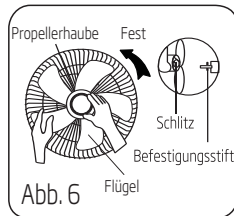

Abb. 6
2. Stecken Sie den Flügel in den Schaft und vergewissern Sie sich, dass der Stift des Rotorschafte in der Vertiefung des Flügels sitzt. Drehen Sie die Propellerhaube entgegen dem Uhrzeigersinn, um den Flügel zu sichern. (Abb. 6)